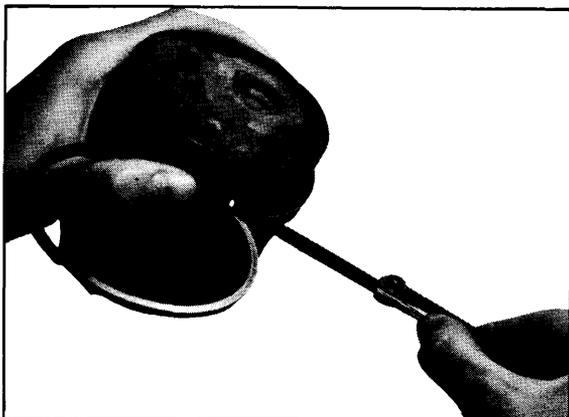

Figura 03-12/2
- 5.- El juego de altura se determina introduciendo una sonda calibradora, entre el segmento y la ranura del pistón. (Figura 03-12/2).